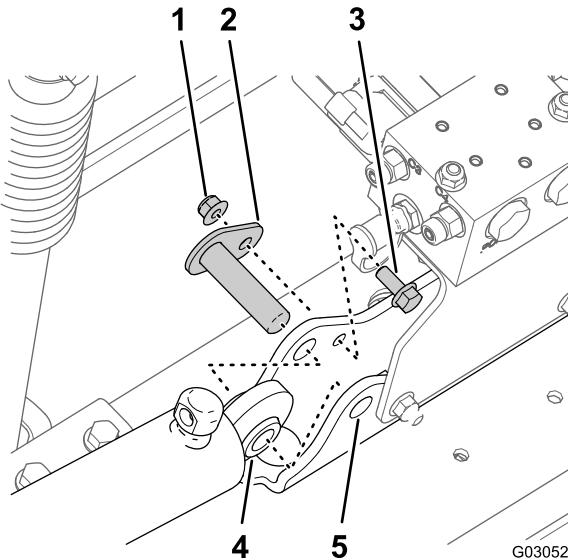

图41
3. 拧下将枢轴销固定至油缸安装座的凸缘锁紧螺母 5/16 英寸和凸缘头螺栓 5/16 x 3/4 英寸图41。
4. 从机器中取出枢轴销和提升油缸图41。